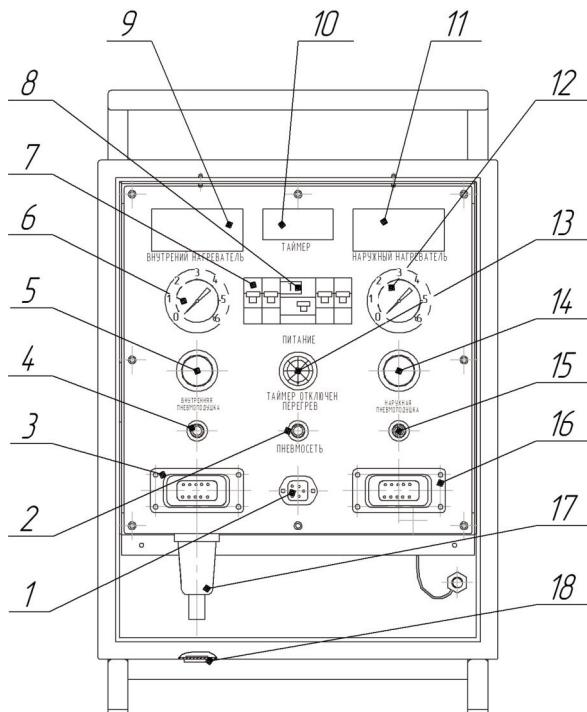

рис. 7 Лицевая панель пульта управления
В конструкцию пульта управления введен фильтр для защиты элементов пневмосистемы от мелких частиц, влаги и масла (см. рис. 7 стр. 10). Слив конденсата производится через клапан. Очистка фильтра производится путем разбора пластмассового стакана.
• Включить дифференциальный автомат "ПИТАНИЕ" (см. Рис. 7), при этом загорится сигнальная лампа "ТАЙМЕР ОТКЛЮЧЕН; ПЕРЕГРЕВ". "АВТОМАТ ЗАЩИТЫ НАРУЖНОГО НАГРЕВАТЕЛЯ", "АВТОМАТ ЗАЩИТЫ ВНУТРЕННЕГО НАГРЕВАТЕЛЯ", "ГЛАВНЫЙ ДИФФЕРЕНЦИАЛЬНЫЙ АВТОМАТ" должны быть включены.